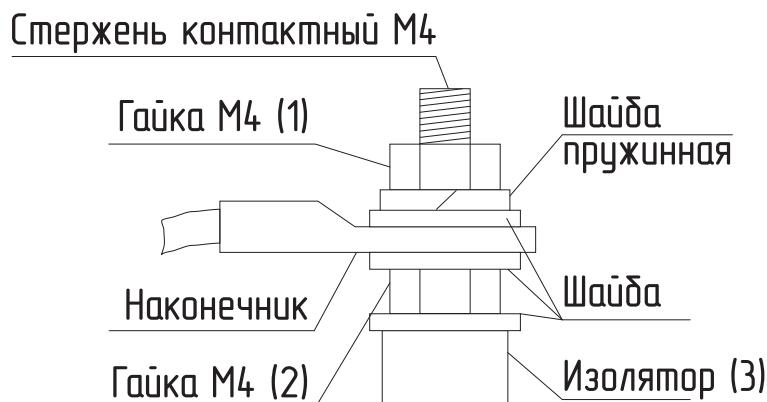

Рис.21 Присоединение проводов к выводам блок ТЭН
- при замене блок ТЭН присоединение фазных проводов к выводам блок ТЭН производить согласно **Рис.21.** Сечение кабеля указано в **Таб.1** и **Таб.2**;
- провод нейтрали «N» подключить на перемычку блока ТЭН (**Рис.21**).